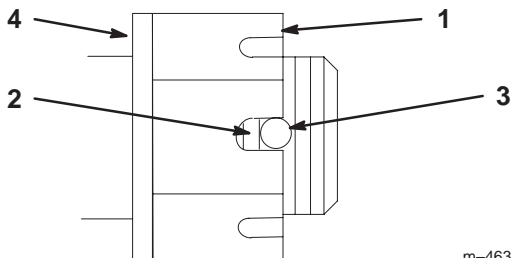

Figure 48
4. Serrez le boulon crénelé à 170 Nm (125 pieds-livre) (Fig. 48).
5. Mesurez l'espace entre la base de la fente de l'écrou et le bord intérieur du trou. On ne doit pas voir plus de deux filets (Fig. 48).
6. Si plus de deux filets sont visibles, enlevez l'écrou et placez une rondelle entre le moyeu et l'écrou (Fig. 48).
7. Serrez le boulon crénelé à 170 Nm (125 pieds-livre) (Fig. 48).
8. Serrez l'écrou jusqu'à ce que le jeu de fentes suivant soit en face du trou de l'axe (Fig. 48).